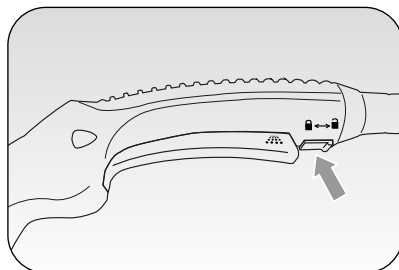

Fig. 4
A fim de impedir a ativação accidental da saída de vapor, é necessário deslocar o cursor de bloqueio/desbloqueio do vapor (B) de baixo para cima (☐); para desbloquear, desloque o cursor (B) de cima para baixo (☐) (Fig. 4).